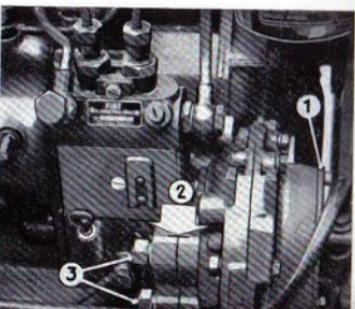

FIG. 35.
- Enlever le couvercle avant (1, fig. 35); à travers cette ouverture desserrer les 4 vis de fixation du manchon d'entraînement sur le pignon de commande (fig. 36);
— Pousser la bride de la pompe contre son siège et faire coïncider les repères gravés sur le bord des 2 flasques (2, fig. 35). Bloquer ensuite la pompe à l'aide des 4 écrous (3, fig. 35);